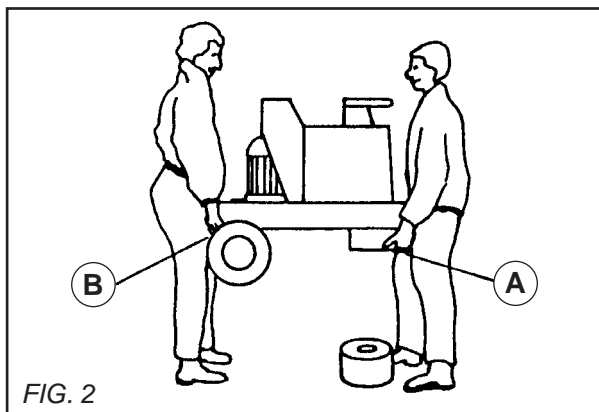

FIG. 2
- Tem de colocar as mãos no cubo da frente (A) assim como na parte de trás da máquina (B). Durante esta manobra o prato fica no chão. (VER FIG. 2)